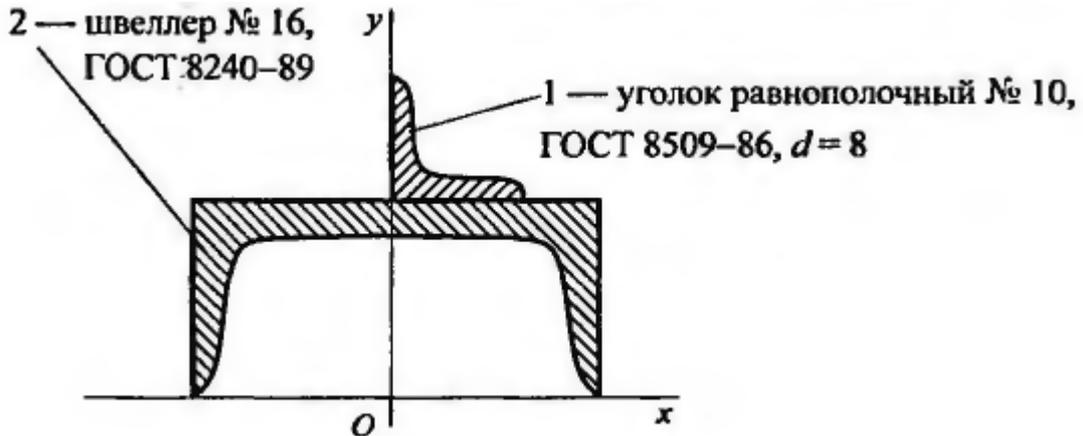

Рис.1.13
- 4 Определите координату y фигуры 1 составного сечения (рис.1.13).